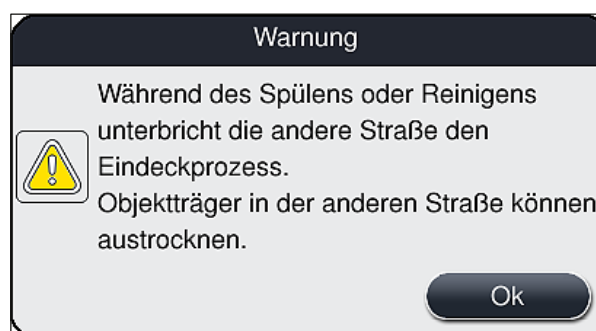
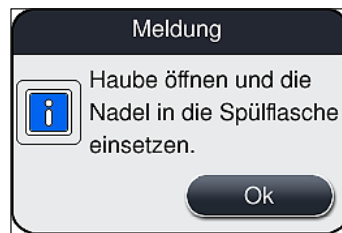

Abb. 96
Abb. 97
2. Anschließend die Taste **Spülen/Reinigen** der betreffenden linken (→ Abb. 95-2) oder rechten (→ Abb. 95-3) Eindeckstrasse drücken und die Warnmeldung mit **Ok** (→ Abb. 96) bestätigen.
3. Die folgende Meldung (→ Abb. 97) beachten.
5. Nadeleinheit (→ Abb. 98-1) in die Spülflasche (→ Abb. 98-3) stecken und die Meldung (→ Abb. 97) mit **Ok** bestätigen.
4. Die folgenden Meldungen (→ Abb. 96), (→ Abb. 97) und (→ Abb. 101) beachten und jeweils mit **Ok** bestätigen.